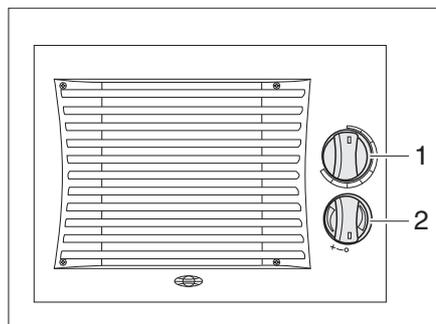

Bild 199 Bedienelemente Zusatz-Wärmetauscher
- Den Drehregler (Bild 199,1) des Durchflussreglers bis zur gewünschten Position drehen. Der Wasserkreislauf ist offen.
- Den Gebläseschalter (Bild 199,2) des Umluftgebläses im Uhrzeigersinn drehen.
- Den Gebläseschalter (Bild 199,2) auf "0" drehen.
- Den Drehregler (Bild 199,1) des Durchflussreglers ganz zurückdrehen.